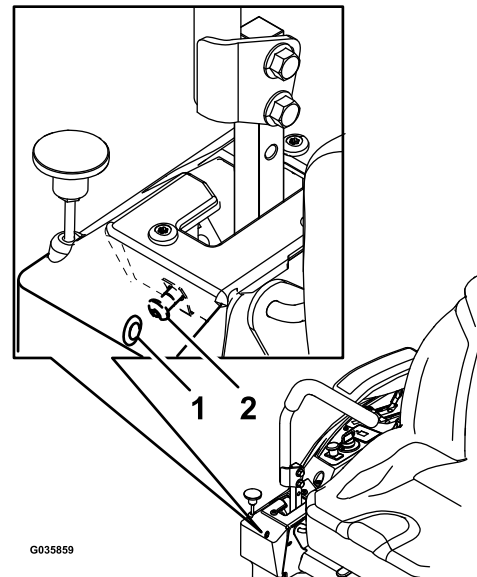

Figure 58
6. Si la machine se déporte à droite, insérez une clé hexagonale de 3/16 pouce dans le trou d'accès du panneau de couvercle avant droit et tournez la vis de réglage de l'alignement dans le sens horaire ou antihoraire pour ajuster la course du levier (**Figure 58**).
7. Si la machine se déporte à gauche, insérez une clé hexagonale de 3/16 pouce dans le trou d'accès du panneau de couvercle avant droit et tournez la vis de réglage de l'alignement dans le sens horaire ou antihoraire pour ajuster la course du levier (**Figure 58**).